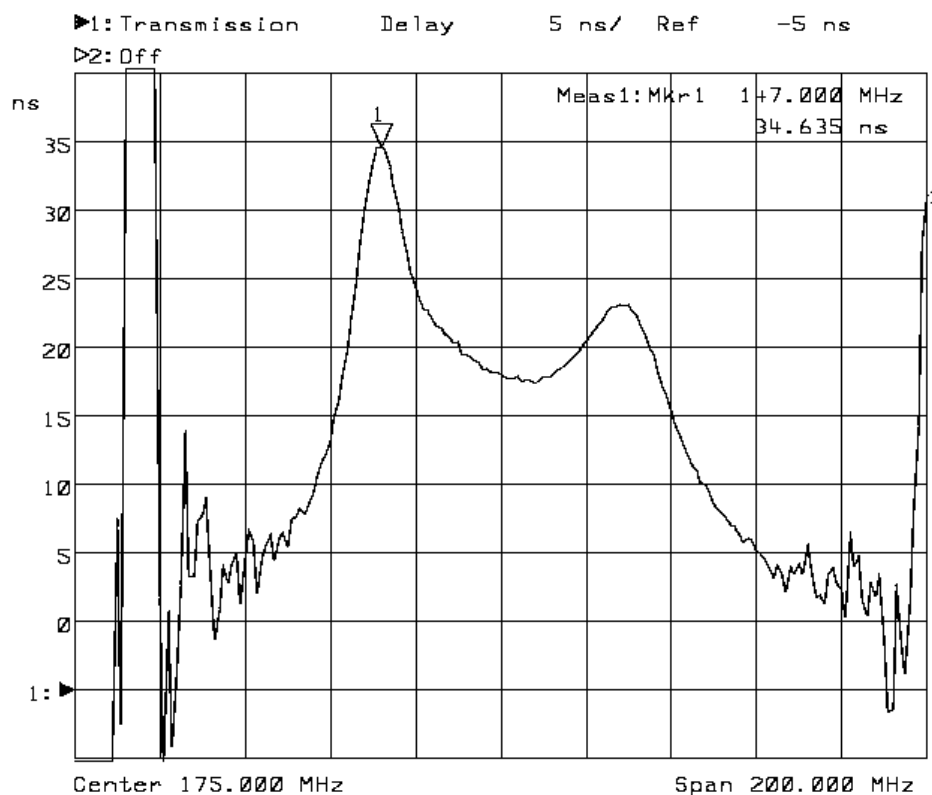

Figura 2-38. Punto de Retraso de Grupo Máximo para un Filtro RF.
22. Para determinar rápidamente el punto de retraso máximo del filtro RF, presione **[MARKER] Marker Search Max Search MKr Max** y **Next Peak Right** hasta ubicar la marca como muestra en la Figura 2-38.
Note que la marca leída en la Figura 2-38 provee la frecuencia y el retraso máximo (en nanosegundos), dentro del ancho de banda del filtro.